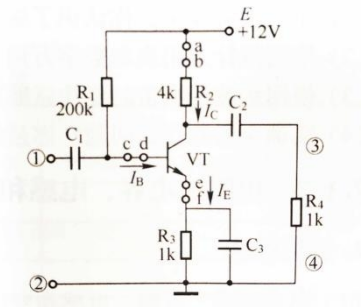

图 7.2 图 7.1 中的被测测试电路
- 检测图 7.2 所示电路的静态工作电流 I_C 、 I_B 、 I_E 。并将结果写入表 7.1 中。
- 检测图 7.2 所示电路的动态波形。将观察到的输入、输出波形参数记录在表 7.2 中。